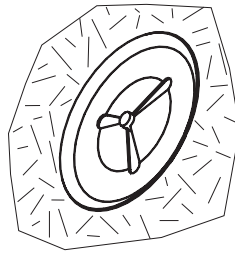
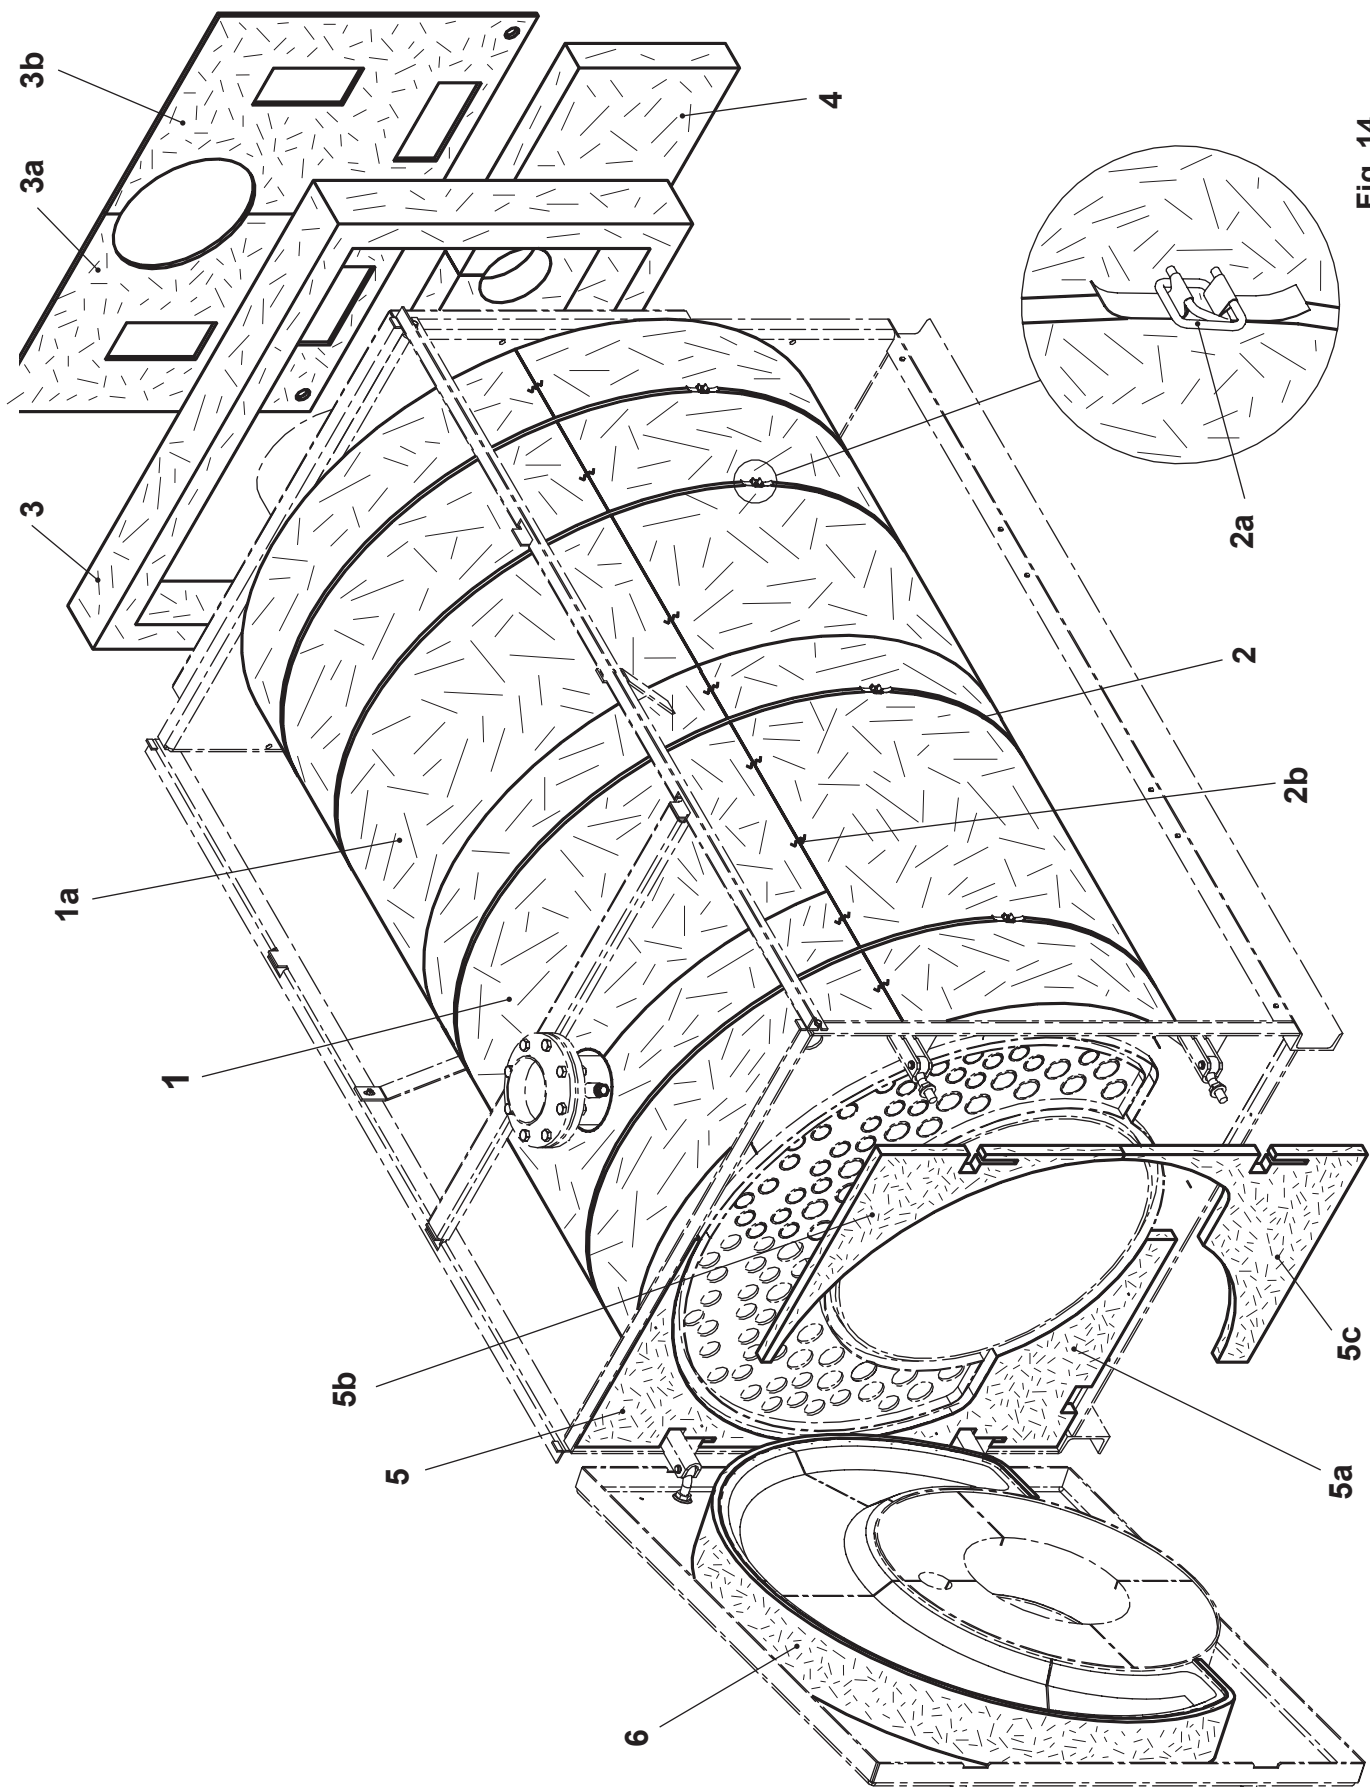

Fig. 13
Fig. 14
1. Placer les matelas d'isolation (1/1a, Fig. 14) autour du corps de chaudière (emplacement pour serrage sur le côté, partie noire vers l'extérieur).
2. Fixer les matelas thermique (1/1a) à l'aide de bandes plastiques (2) et de boucles de serrage (2a):
4. Bloquer le matelas isolant (4, Fig. 14) sur la paroi arrière dans les chevilles pré-soudées et le fixer à l'aide des rondelles de fixation (Fig. 13).
5. Placer le matelas isolants (5/5a/5b/5c, Fig. 14) autour de la bride pour pivotement et le fixer en bas avec des rondelles de fixation (Fig. 13)
6. Placer le matelas isolants (6, Fig. 14) autour de la bride pour pivotement et le fixer en bas avec des rondelles de fixation (Fig. 13).